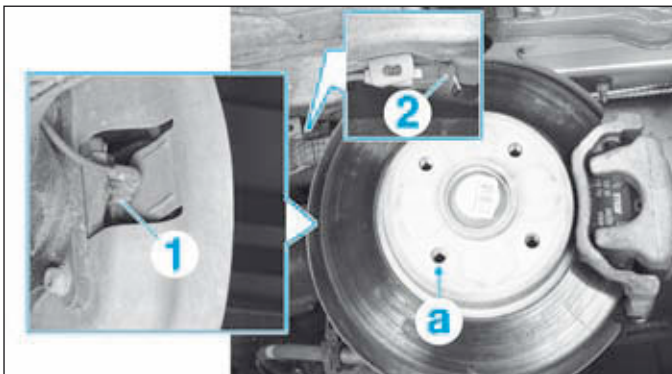

FIG.56
- Déposer la vis du capteur de roue arrière (1) en insérant une clé six pans dans l'un des orifices de vis de roue (a) (Fig.56).
- Débrancher et dégrafer le connecteur (2).